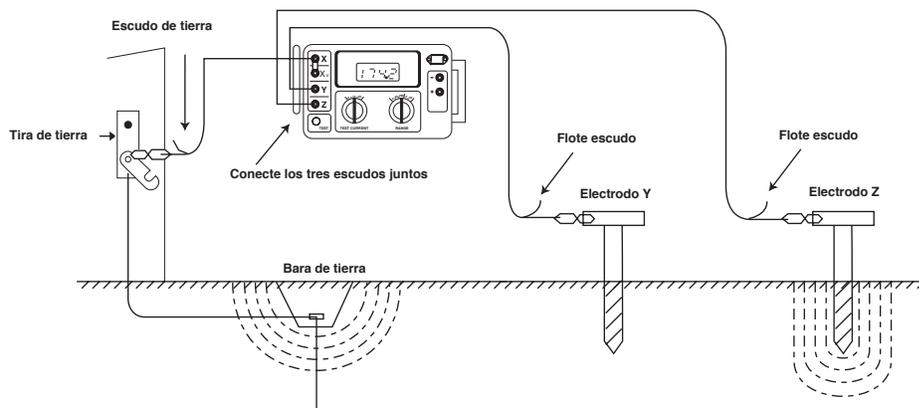

FIGURA 23
C) Si todavía no se ha obtenido un valor de voltage bajo satisfactorio, puede ser que se necesite usar cables protegidos. El blindaje actúa para proteger el conductor interno capturando el voltage y drenándolo a la tierra (Figura 23).